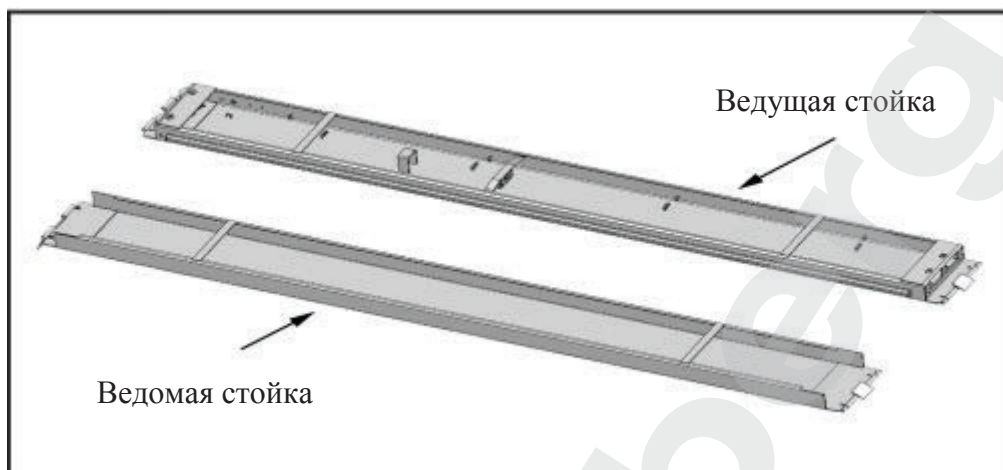

Рис. 5.1
1. Определите, какая из платформ ведущая. Это достаточно легко сделать, осмотрев внутреннюю поверхность платформы – у ведущей платформы приварены крепления для цилиндра и шкива. Ведущая платформа устанавливается с той стороны подъемника, с которой будет установлен гидроагрегат (см. рис. 5.1).